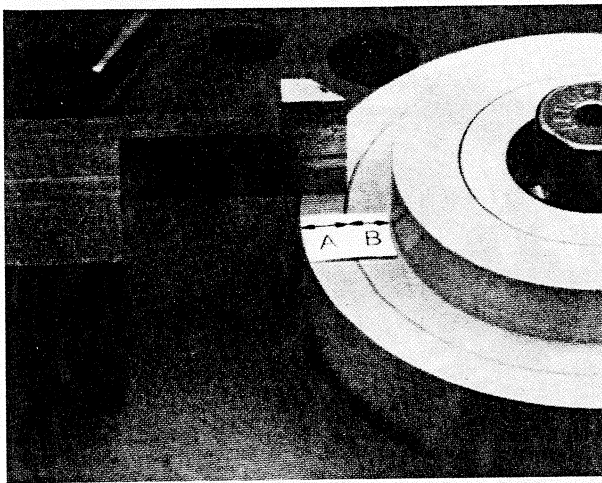

Abb. 3
Mit der Einstell-Lehre ④ die Höhe des unteren Wickeltellers kontrollieren (Abb. 3).
Der vorgeschriebene Wert ist erreicht, wenn sich die Einstell-Lehre auf den Einstellring A (Abb. 3), nicht